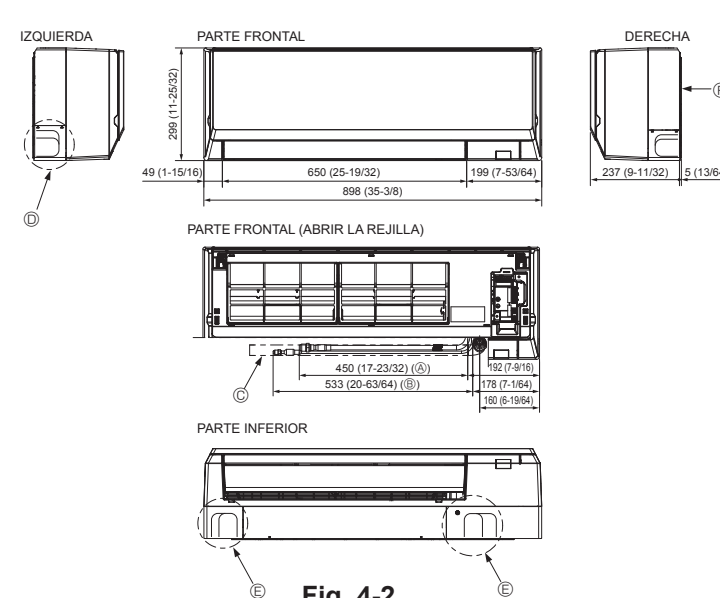

Fig. 4-2
4.2. Colocación de las tuberías de refrigerante y de drenaje (Fig. 4-2)
- Ⓕ Placa de montaje ①